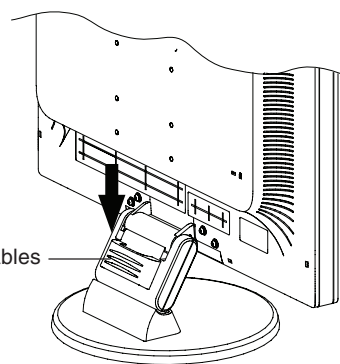

Figura B.2
5. Para colocar la cubierta para cables, inserte las lengüetas en los orificios del soporte y deslice la cubierta para cables hacia abajo hasta que encaje en su sitio (**figura B.2**). Finalmente, compruebe que las lengüetas queden bien colocadas.